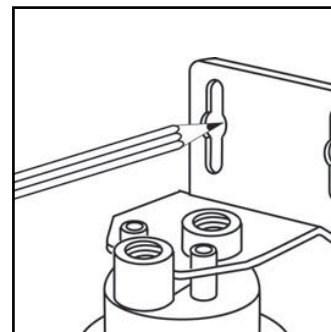

Figure 1
1. Positionner le filtre en le tenant contre le côté droit de l'armoire sous l'évier. Laisser un espace libre d'au moins 7,6 cm (3 po) sous le filtre pour permettre d'installer la cartouche filtrante. Déterminer l'endroit où seront installés le filtre et le raccordement à l'arrivée d'eau. Fixer le support de fixation aux endroits prévus à cette fin sur la tête du filtre à l'aide des vis autotaraudeuses fournies (figure 1).